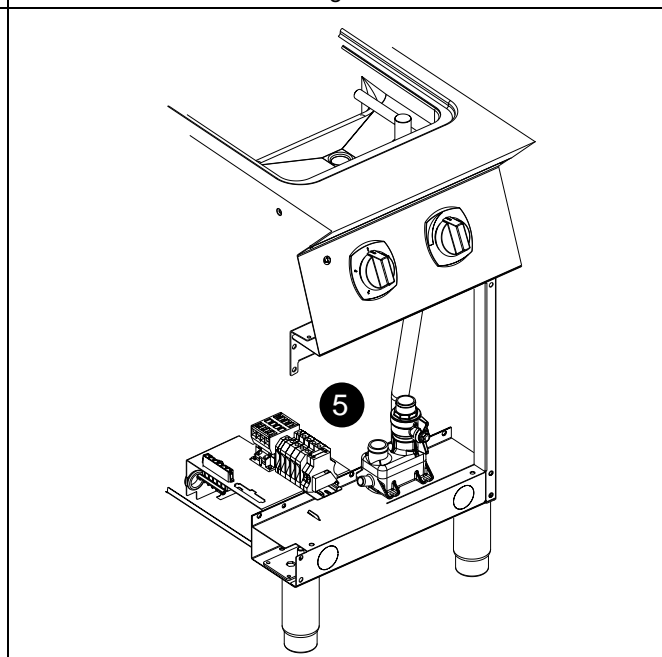

Fig. 8
5. Anslut strömkabeln till kopplingsplinten enligt beskrivningen på det elektriska kopplingsdiagrammet som medföljer apparaten (se detalj 5 — Fig. 8).